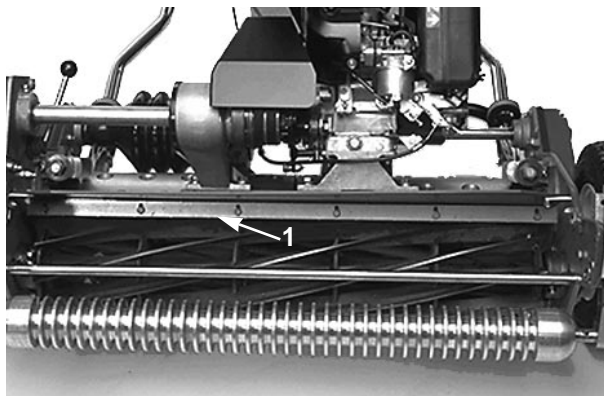

Fig. 11
1. Allentare le viti di fissaggio della barra superiore (Fig. 11) all'apparato di taglio. Inserire uno spessimetro di 1,5 mm tra la parte superiore del cilindro e la barra, ed avvitare le viti. Verificare che la barra ed il cilindro siano equidistanti lungo tutto il cilindro.
1. Afferrare il cestello dal bordo superiore posteriore e montarlo sulle apposite aste (Fig. 11).